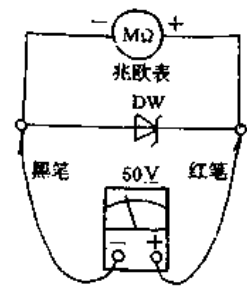
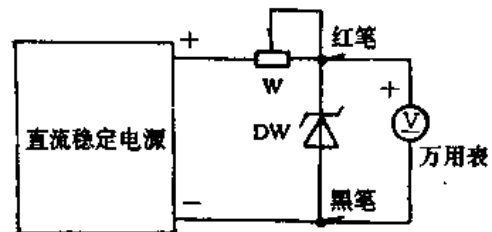

图 6-13 借助兆欧表测量稳压二极管的稳定电压  $V_z$
图 6-14 外加直流稳压电源测量稳定电压
不足,而且使测量更为精确。如图 6-13 所示为借助兆欧表配合万用表测量稳压二极管的电路。操作方法是:按均匀转速摇兆欧表,使发电机输出的直流电压逐渐升高,当达到稳压二极管的反向击穿电压时,稳压管反向击穿,稳压管便进入稳压区,此时如再略加快速度摇动兆欧表时(不能过快,以免电压过高而损坏二极管),其反向电压并不增加,即使兆欧表的输出直流电压稳定在  $V_z$  值上,此值可通过万用表指针显示出来,这便是稳压管的稳定电压  $V_z$ 。
同样道理,如果万用表本身的内装电池电压比被测稳压管的  $V_z$  低时,就测不出稳压管的稳压值来。据此,除了可用上述方法测量外,如果手头有连续可调的直流稳压电源时,即可借用来加到稳压管两端,使其击穿并稳定在一定值上,再观察万用表上的指示值,这个稳定值便是该被测稳压管的稳定电压值  $V_z$ 。如图 6-14 所示。其操作方法及举例与借用兆欧表测量法相似。不再详述。
② 借助兆欧表或直流稳压电源提供的电压,将被测管反向击穿(参见图 6-13、图 6-14